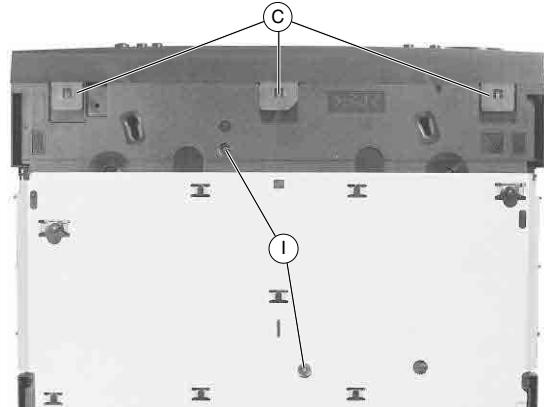
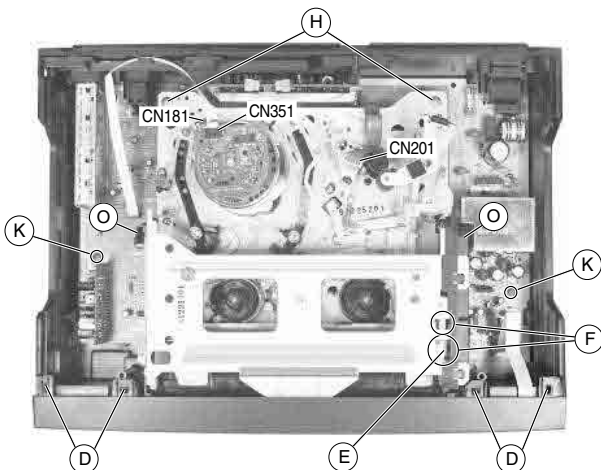
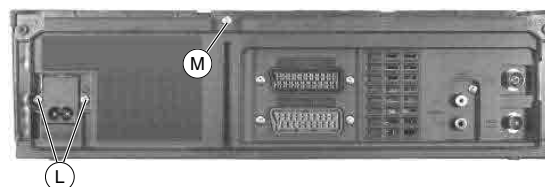

Fig. 2
Fig. 3
Fig. 7
- 3 Rasthaken (C) (Fig. 2) auf der Geräteunterseite lösen.
- Frontblende an der Unterseite nach vorne klappen und die Blende an den oberen Haken (D) (Fig. 3) aushängen.
- Release 3 clamps (C) (Fig. 2) on the cabinet bottom.
- Turn the lower edge of the front panel towards the front and detach the panel from the upper clamps (D) (Fig. 3).
- Steckverbindungen (Fig. 3, CN181 / CN201 / CN351) zum Laufwerk lösen.
- Arretierung (E) (Fig. 3) des Cassettenschachtes an den beiden Aussparungen (F) nacheinander lösen und diesen dabei bis Anschlag nach innen schieben.
- 2 Schrauben (H) (Fig. 3) und 2 Schrauben (I) (Fig. 2) herausdrehen.
- Unplug the the plug-in connections (Fig. 3, CN181 / CN201 / CN351) to the drive mechanism.
- Disengage the locking lever (E) (Fig. 3) of the cassette mechanism successively at the two cutouts (F) and slide the mechanism inwards to the stop.
- Undo 2 screws (H) (Fig. 3) and 2 screws (I) (Fig. 2).
- Beim Aufsetzen des Laufwerks auf die Chassisplatte ist darauf zu achten, dass die Sensoren für Bandanfang und Bandende in die Abdeckungen (O) (Fig. 3) des Cassettenschachtes eintauchen. Das Laufwerk muss leicht auf der Chassisplatte aufzusetzen sein, damit die Steckverbindungen zur Chassisplatte richtig kontaktieren.
- When putting the drive mechanism on to the chassis board take care of the tape start and tape end sensors. They must plunge into the covers (O) (Fig. 3) of the cassette mechanism. It must be possible to put the drive mechanism easily on the chassis board to ensure that the connectors to the chassis board are in good contact.
- je 2 Schrauben (K) (Fig. 3) / (L) (Fig. 7) und Schraube (M) (Fig. 7) herausdrehen.
- Undo 2 screws (K) (Fig. 3) / (L) (Fig. 7) each and screw (M) (Fig. 7).